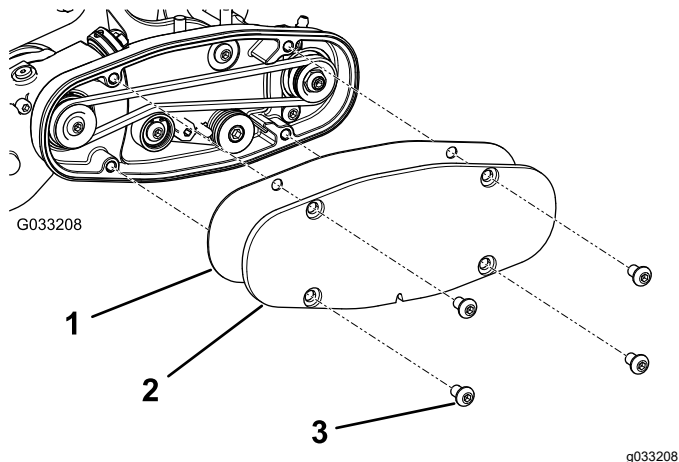

Figura 15
2. Allineate il copricinghia ai fori di montaggio e fissatelo con 4 bulloni (Figura 15).